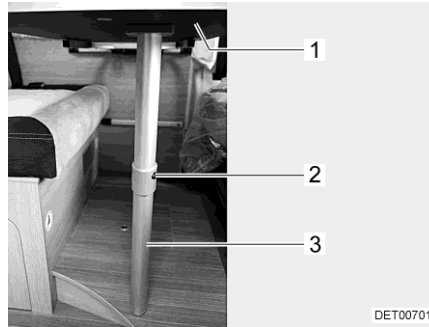

Fig. 71 Base de cama
- Levantar ligeramente por delante el tablero de la mesa (Fig. 71,1).
- Presionar el botón de desbloqueo (Fig. 71,2) y abatir 90° la parte inferior de la pata de apoyo articulada (Fig. 71,3).